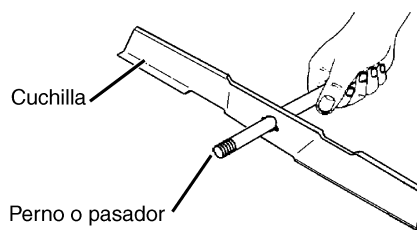

FIGURA 19
- Deslice la cuchilla a una parte no roscada del perno de acero o del pasador, y sostenga el perno o el pasador paralelo al suelo (Vea la FIGURA 19). Si la cuchilla está balanceada, deberá permanecer en una posición horizontal. Si alguno de los extremos de la cuchilla se mueve hacia abajo, afile el extremo más pesado hasta que la cuchilla quede balanceada.